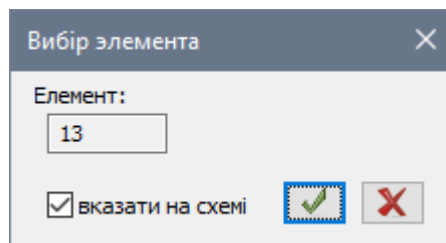

Рис. 12.32. Діалогове вікно **Вибір елемента**
- При встановленому прапорці **вказати на схемі** в діалоговому вікні **Вибір елемента** (рис. 12.32), вкажіть курсором на колонну № 13 (в діалоговому вікні відобразиться номер колони).